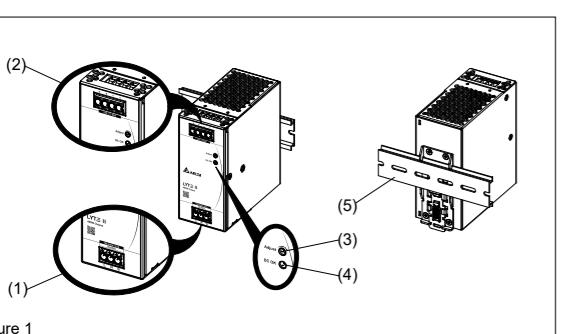

Figure 1
2. Gerätebeschreibung (Abb. 1)
5.1. Anschluss der Eingangsklemmen (Abb. 1, Abb. 5)
5.2. Anschluss der Ausgangsklemmen (Abb. 1 (2))
Verwenden Sie die Schraubklemmen „+“ und „-“, um den 24Vdc- oder 48Vdc-Anschluss herzustellen. Die grüne LED „DC OK“ zeigt die korrekte Funktion des Ausgangs an (Abb. 1 (4)).
5.1. Input connection (Fig. 1, Fig. 5)
Use L, N und PE connections of input terminal connector (see Fig. 1 (1)) to establish the 100-240Vac connection.
2. Device description (Fig. 1)